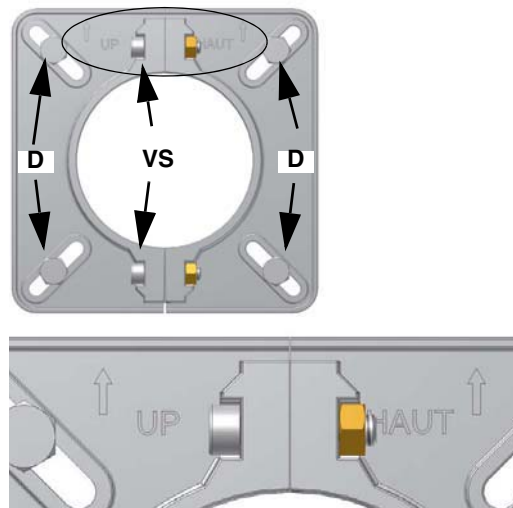

Fig. 2
- 4 Conform cu cele date in Fig. 2, fixati flansa pe prezoanele filetate(sau suruburi) **D**, de pe cazan , fara a le strange complet ;